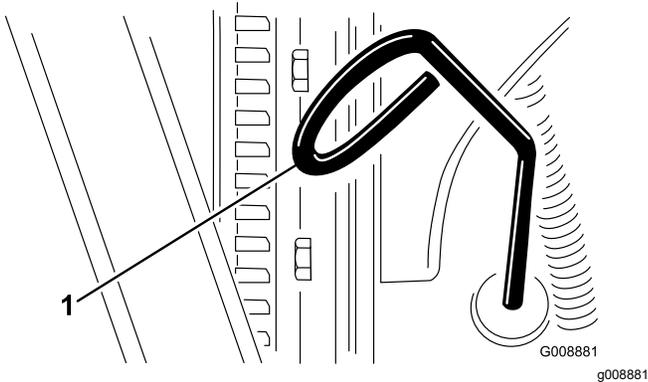

Figura 71
3. Retire la varilla (Figura 71) y límpiela con un paño limpio.